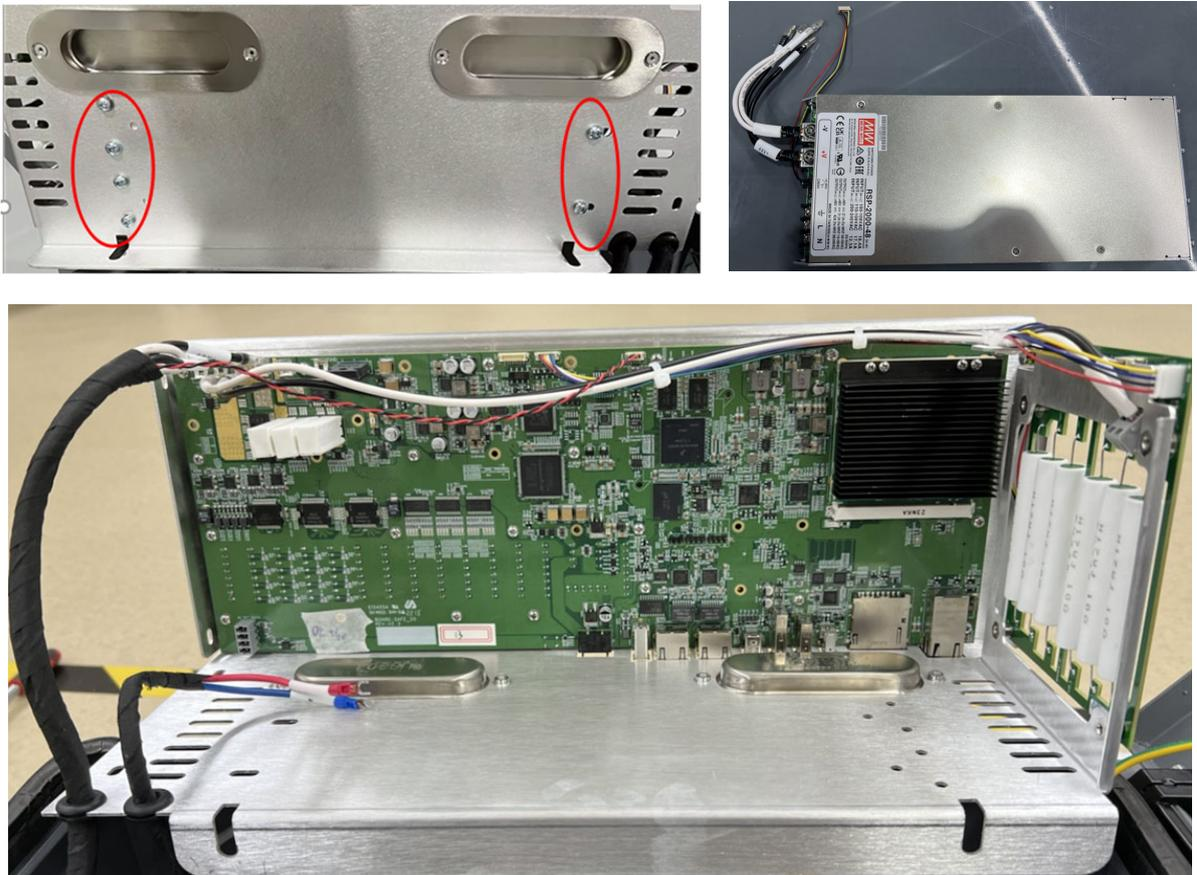

图 3-27 螺钉位置及电源放置方式
- 拆卸固定开关电源的 6 个内六角平圆头螺钉，拿开电源并放置好，如图 3-27 所示：